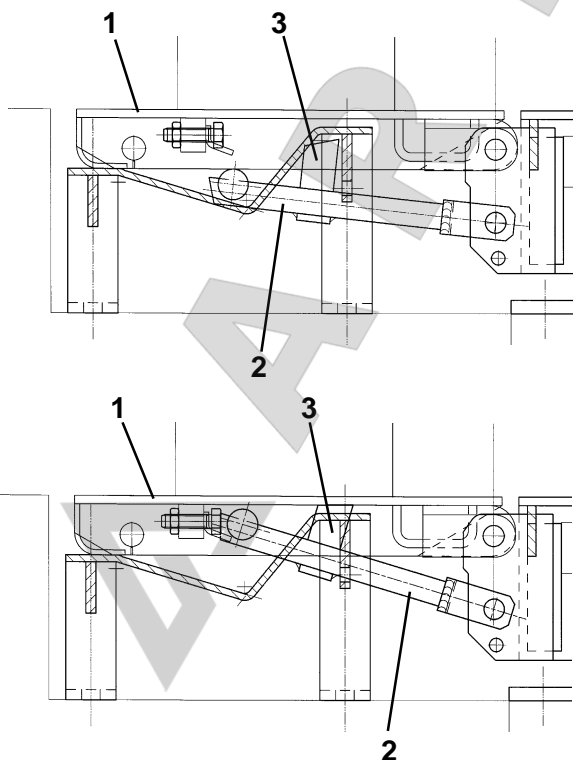

Fig. 25
N.B.: Quando si sollevano veicoli usando i tamponi in gomma posti sulle rampe 1 occorre assicurarsi che il supporto rampa 2 sia inserito (vedi fig. 25). Per sapere questo osservare la banderuola 3: se è a filo pavimento si può sollevare con i tamponi sulle rampe, altrimenti occorre agganciare il supporto alla rampa stessa.
N.B.: When vehicles are lifted using rubber buffers placed on the ramps 1, check that the ramp support 2 is fitted (see fig. 25). To check this, look at the flap 3: if it is on a level with the floor, you may lift with the buffers on the ramps, otherwise the support should be hooked to the ramp itself.
Anmerkung: Werden Fahrzeuge mit den Rampengummiaufnahmen 1 angehoben sicherstellen, dass die Rampenhalterung 2 eingesetzt ist (siehe Abb. 25). Um dies festzustellen, die Fahne 3 betrachten. Ist sie bodeneben, kann mit den Aufnahmen auf den
Remarque: pour soulever des véhicules en utilisant les tampons en caoutchouc situés sur les rampes 1, s'assurer d'avoir introduit le support de la rampe 2 (voir fig. 25). Ce contrôle est facilité par l'observation de la banderole 3: si elle est en droite ligne avec le sol, le levage avec les tampons des rampes est possible. Dans le cas contraire, il faut enclencher le support à la rampe.
N.B.: Cuando se levantan vehículos usando los tampones de goma ubicados en las rampas 1 es necesario asegurarse que el soporte rampa 2 esté insertado (véase fig. 25). Para saber esto se debe observar la banderola 3: si está a nivel del piso se puede levantar con los tampones en las rampas, de lo contrario se debe enganchar el soporte a la rampa misma.